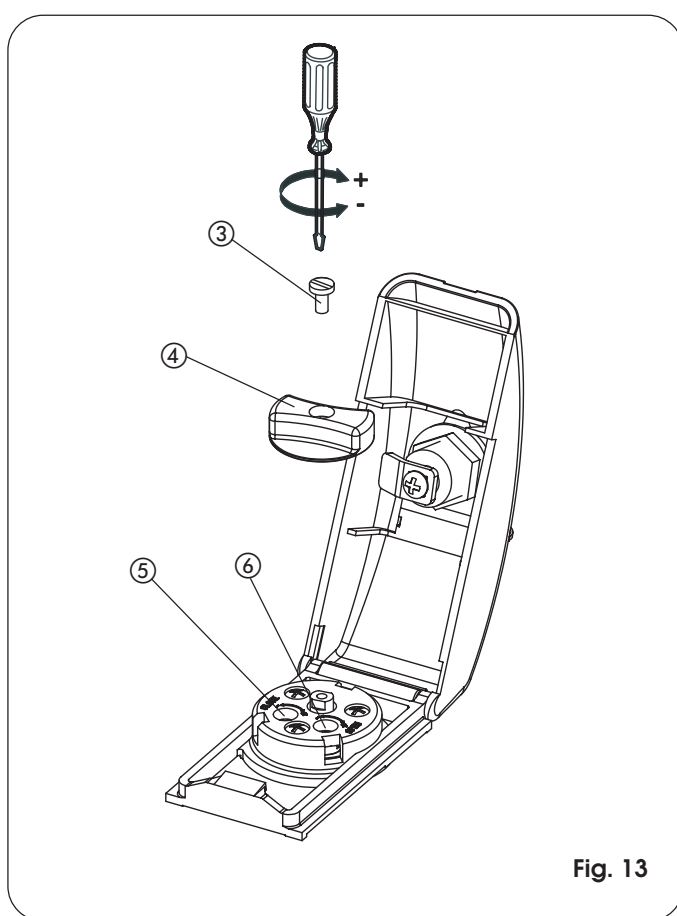

Fig. 13
- soulever la protection (Fig. 13).
- dévisser la vis (Fig. 13, réf. ③) qui fixe la poignée, et extraire cette dernière (Fig. 13, réf. ④).
- agir sur les vis de réglage de la force (By Pass) (Fig. 13, réf. ⑤ et ⑥) présentes sur l'opérateur.
- au terme du réglage repositionner la poignée (Fig. 13, réf. ④) en revissant la vis (Fig. 13, réf. ③).